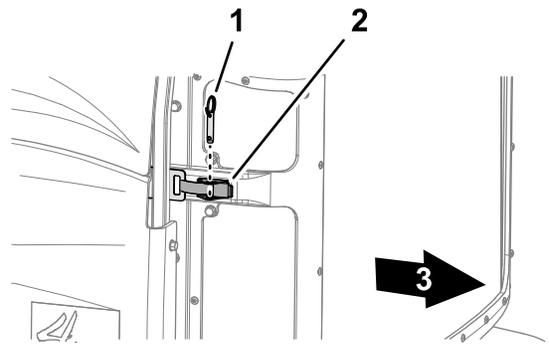

図 65
2. ボールピンをスクリーンラッチから取り外す(図 65)。